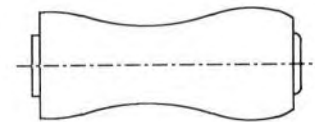

Fig. 4-4
- 2). Turn the P3 post (take-up side guide roller) clockwise using a wrench until the margin area on the envelope (take-up side) disappears, then turn the guide roller counterclockwise until the margin area reappears. (Fig. 4-4)
- 2). P3 ポスト (出側ガイドローラー) を二股レンチにて右に回し、エンベロープの出側のマージン・エリア部が無くなるまで下げ、今度はガイドローラーを左に回し、マージン・エリア部が出るまで戻す。(Fig. 4-4)